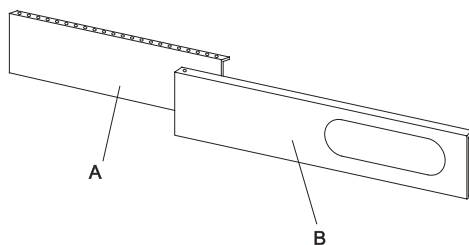

Рис. 10
Составные части кронштейна (см. рис. 10):
- Соедините панели A и B, согласно рис. 10, отрегулируйте в соответствии с шириной окна. После этого убедитесь, что между кронштейном и окном нет зазоров.